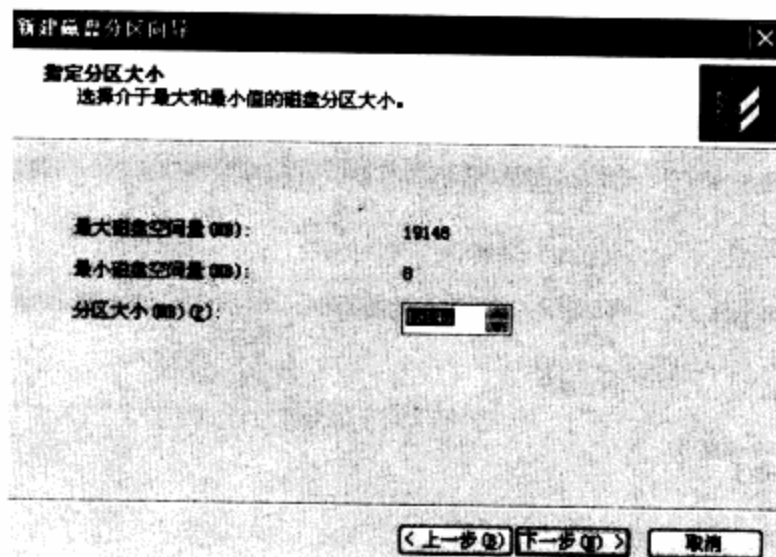

图4-65 指定分区大小
**步骤 14** 输入扩展分区的容量大小。前面主分区已经设置为20GB, 剩下的扩展分区就只剩下20GB了。单击“下一步”按钮后系统自动完成新建磁盘分区, 如图4-65所示。